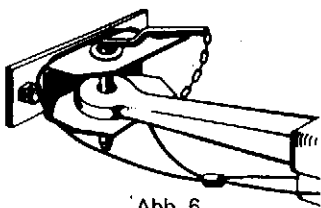

Abb. 6
25. Abb. 6 zeigt die richtige Anbringung der Fangschleife. Sie dient als Sicherung beim möglichen Reißen des Kupplungsbolzens.
- 25) Fig. 6 shows the correct way to attach the loop. This acts as a safety measure in the event the coupling bolt snaps.
25. La fig. 6 montre la mise en place correcte du câble de sécurité. Il sert de sécurité en cas de rupture de l'attelage.
25. La fig. 6 mostra la giusta disposizione della catena di sicurezza che impedisce lo sgancio in caso di rottura della spina.
25. Fig. 6 toont de juiste montage van de vanglus die als veiligheid dient wanneer de koppelen zou breken.